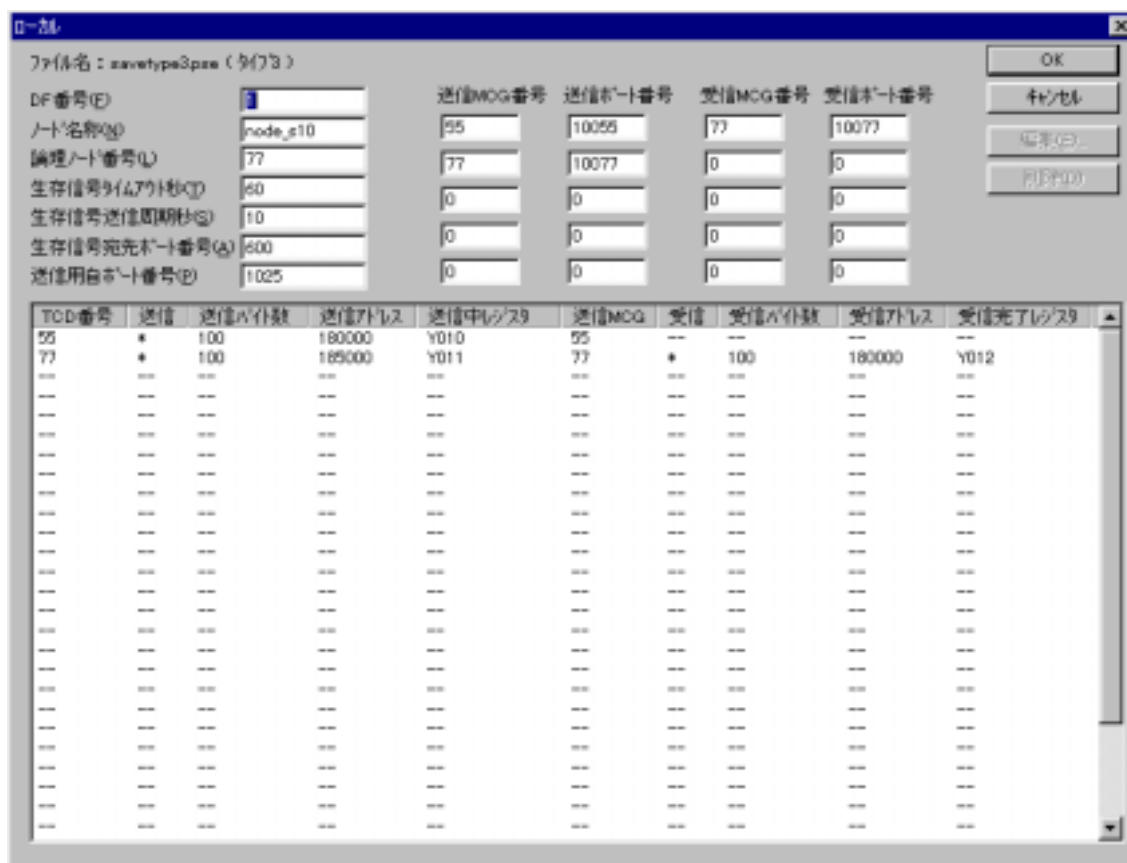

図5-21 [ローカル]画面（DF設定、オフライン）
- (4) 図5-21に示す、[ローカル]画面（DF設定、オフライン）が表示されます。ファイル名とそのファイルのタイプが表示される他は、「5.2 Main/ローカルDF（Sub/ローカルDF）設定」の「図5-3 [ローカル]画面」と同様ですので、詳細はそちらを参照してください。